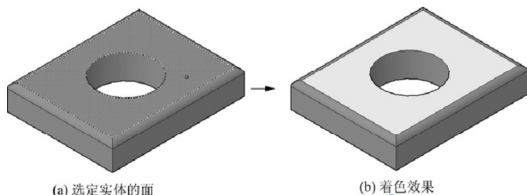

图 12-39 着色面
如图 12-39 所示。修改立体上表面的颜色。操作步骤为：
- (1) 调用【着色面】命令。
- (2) 选择要进行着色的面，如图 12-39(a)所示。
(4) 退出命令后, 使用【视觉样式】工具中的【真实】或【概念】样式进行观察, 如图 12-39(b)所示。